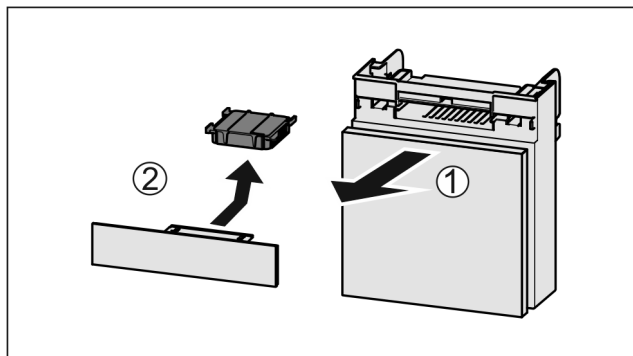

Fig. 180
- Tërhiqni kutinë nga përpara Fig. 180 (1).
- Hiqni filtrin me karbon aktiv Fig. 180 (2).